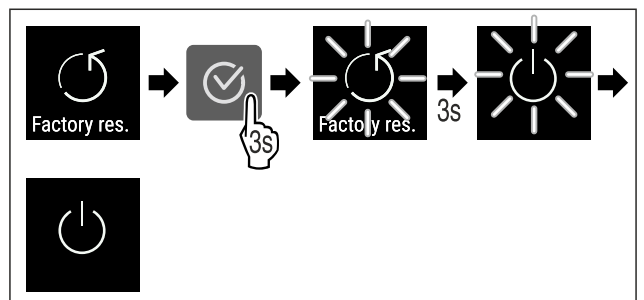

Fig. 113
- ▶ Efectuați pașii de acțiune (vezi Fig. 113).